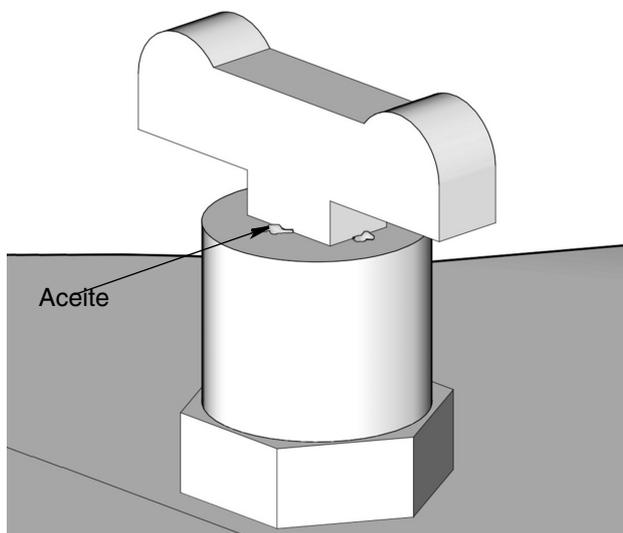

FIG. 6
1. Asegúrese de que la **línea de suministro (G)** esté conectada y de que no haya líneas abiertas para que no haya fugas de aceite por la **salida de la bomba (E)**.
2. Cierre la **válvula de cierre del suministro de aceite (V)**.
3. Accione el **sistema/bomba de suministro de entrada de aceite (DD)**.
4. Ajuste la **válvula reductora de la presión (U)** para limitar la presión de entrada del aceite a 80 psi (0,55 MPa, 5,5 bar).
5. Abra lentamente la **válvula de cierre (V)** del suministro de aceite.
6. Elimine el aire atrapado en el depósito de la bomba (K), abriendo lentamente la válvula de grifo (BB) hasta que se vea salir el aceite, después de soltar todo el aire, como se muestra en la FIG. 6.